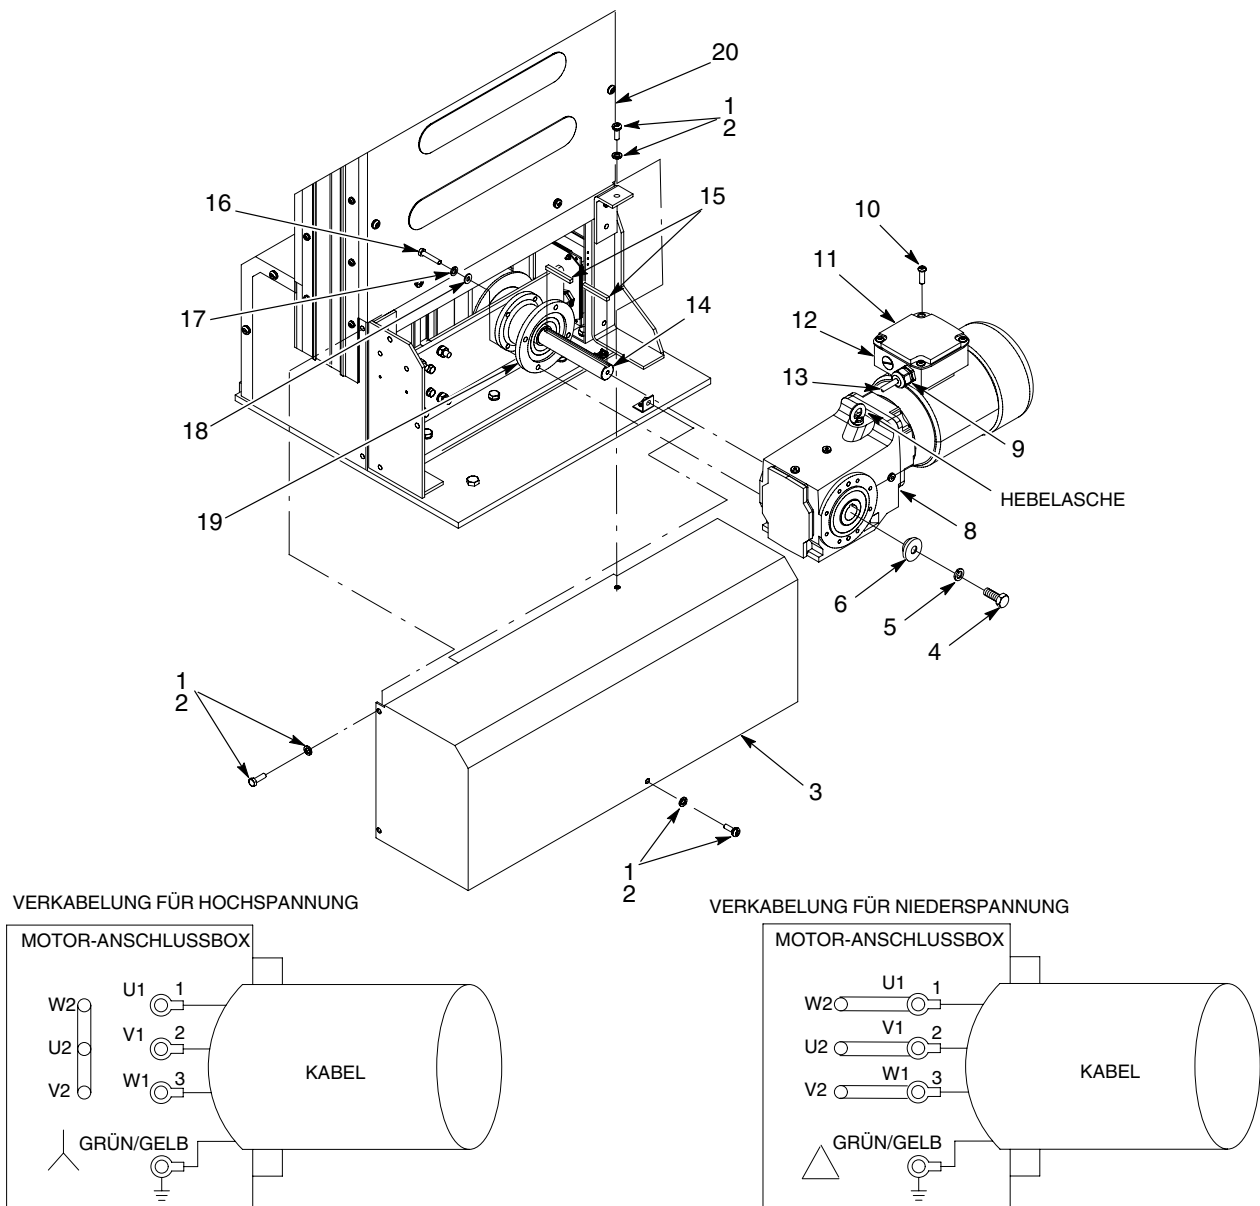

Abb. 19 Getriebemotorbaugruppe ersetzen
1. Siehe Abbildung 19. Die Schrauben (1) und Sicherungsscheiben (2) abnehmen, mit denen die Abdeckung (3) am Hubwerk (20) befestigt ist.
- a. Die Schrauben (10) abnehmen, die die Abdeckung (11) an der Anschlussbox (12) des Getriebemotors halten.
1. Siehe Abbildung 19. Folgende Schritte ausführen:
- a. Die Wellenfedern (15) wie gezeigt auf der Antriebswelle (14) installieren.
- b. Sicherstellen, dass die Federnut am Getriebemotor (8) mit den Wellenfedern (15) auf der Welle (14) ausgerichtet ist. Den Getriebemotor auf die Welle schieben. Sicherstellen, dass keine Lücken zwischen der Fläche des Getriebemotors (8) und der Getriebemotorhalterung (19) sind.
- c. Getriebemotor (8) mit den Unterlegscheiben (18), Sicherungsringen (17) und Schrauben (16) an der Getriebemotorhalterung (19) befestigen. Die Schrauben mit 25 N•m (18,5 ft-lb) festziehen.
- d. Die Antriebswelle (14) mit Unterlegscheibe (6), Sicherungsring (5) und Schraube (4) am Getriebemotor (8) befestigen. Die Schraube mit 25 N•m (18,5 ft-lb) festziehen.